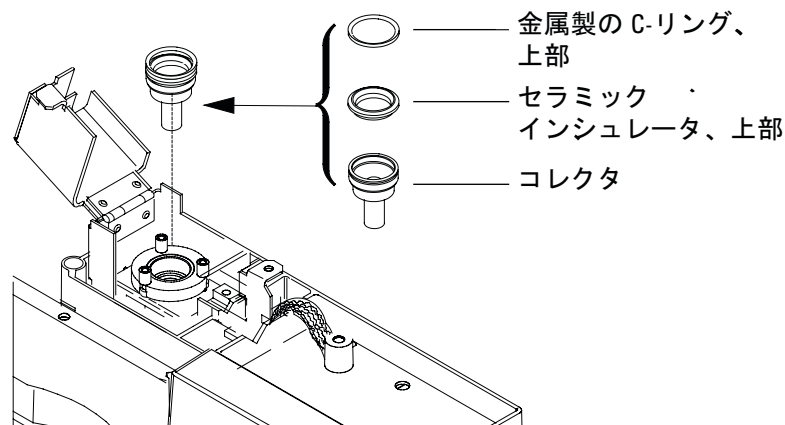

図 5 NPD コレクタ、上部インシュレータ、および金属製 C-リング
- 20 下側の金属製 C-リング、下部セラミックインシュレータ、および上側の金属製 C-リングを取り付けます。図 5 を参照してください。